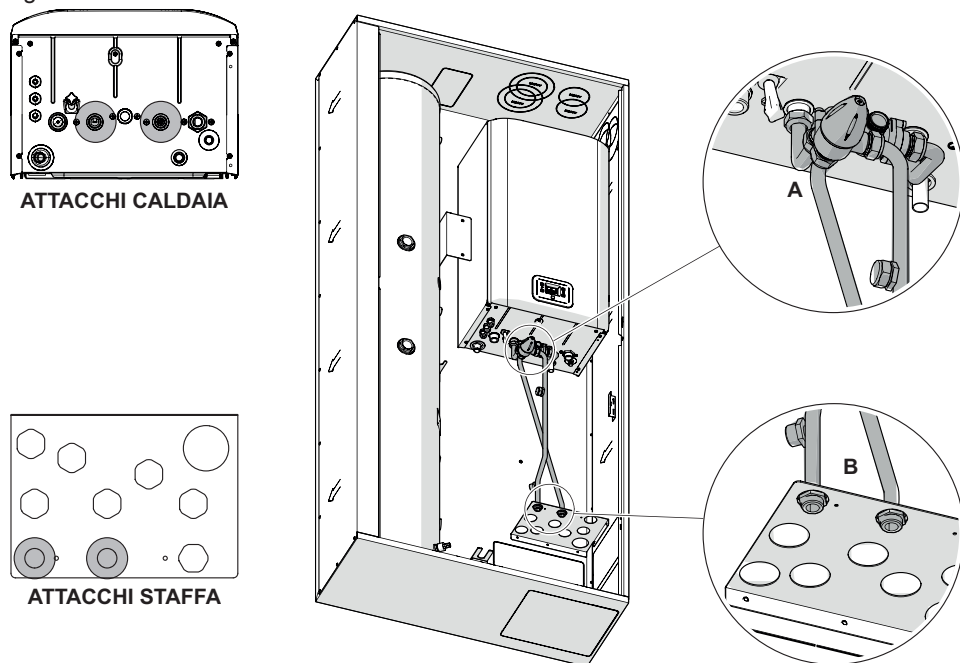

Figura 3.6
Collegare il 'kit valvola miscelatrice deviatrice' alla caldaia (A) seguendo le indicazioni della Figura 3.6.